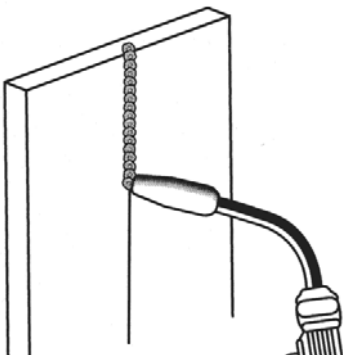

Figura 17. Posición Vertical
3. POSICIÓN VERTICAL (Figura 17) es la siguiente posición más difícil. Jalando la pistola de arriba hacia abajo puede ser más fácil para mucha gente, pero en algunos casos puede ser difícil evitar que escurra la soldadura fundida del charco hacia abajo. Al empujar la pistola hacia arriba se puede controlar mejor el charco y se puede avanzar a menor velocidad para lograr mayor penetración. Cuando se suelda una junta vertical, el ángulo B (ver POSICIÓN DE LA PISTOLA SOBRE LA PIEZA DE TRABAJO en la página 49) se mantiene usualmente a cero grados, pero el ángulo A variará de 45 a 60 grados para tener mejor control del charco de soldadura fundida.